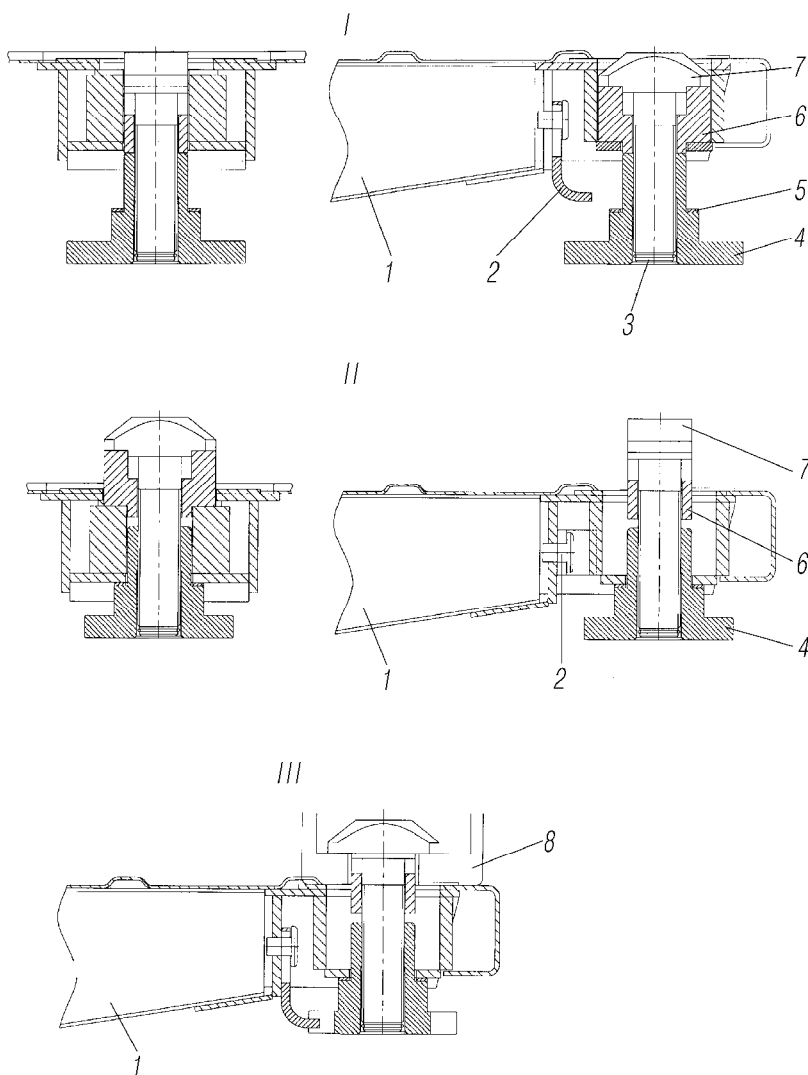

Рис.157. Устройство для крепления контейнера:
1. *Транспортное положение без контейнера* (рис. 157, I). Фиксатор 6 утоплен в упоре поперечной балки 1. Замок 7 входит головкой в пазы фиксатора и притянут к нему штурвалом 4. При этом замок занимает нижнее положение и не выступает над гофрами пола.
2. *Установка контейнера* (см.рис. 157, II). Штурвал 4 переместить вниз по резьбе замка.
3. *Транспортное положение с контейнером* (см.рис. 157, III).